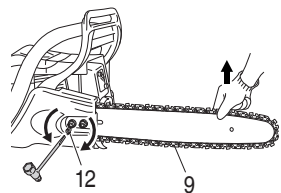

Fig. 7
7. Levante el extremo de la barra y apriete la cadena de sierra (9) girando el perno de ajuste de tensión (12) en el sentido horario. Para comprobar la tensión correcta, levante ligeramente el centro de la cadena, debiendo existir un juego de alrededor de 0.02 a 0.04" (0.5 a 1.0 mm) entre la barra y el borde del eslabón impulsor (13). (Fig. 7, 8)